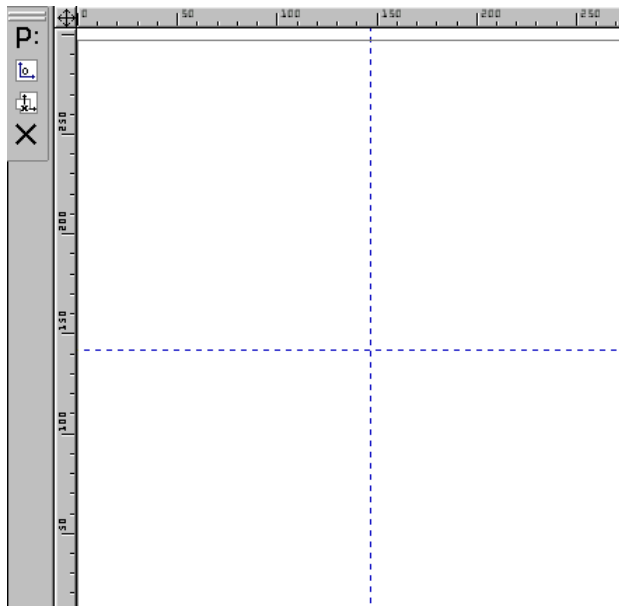

Рис. 3.7. Относительная система координат сборочного чертежа.
4.2. Создать относительную систему координат, в которой будем вести построение сборочного чертежа (рис. 3.7) и вспомогательные линии (рис. 3.8, вертикаль и горизонталь).